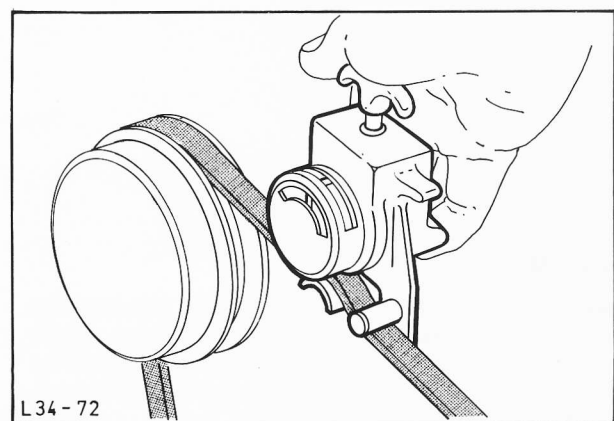

Abb. 14 Überprüfung der Keilriemenspannung mittels Meßgerät
3. Keilriemenspannung der Pumpe – Lenkhilfe mit Prüfgerät, Abb. 14, kontrollieren bzw. einstellen (vorgeschriebene Spannung siehe Technische Daten). Die vorgeschriebene Spannung von 13 mm kann auch durch Messen des Gesamtspiels in der Mitte der längsten Spannweite des Keilriemens überprüft werden.